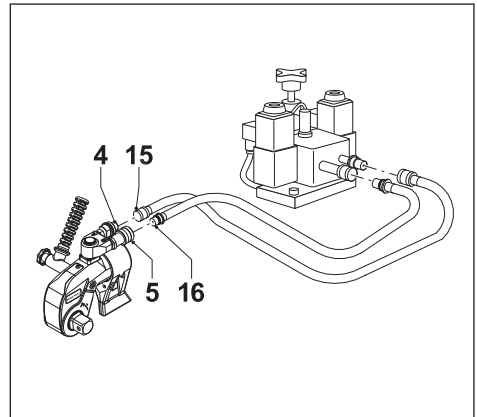

Abb. 7
3.7 Anschließen der Schläuche (Abb. 7)